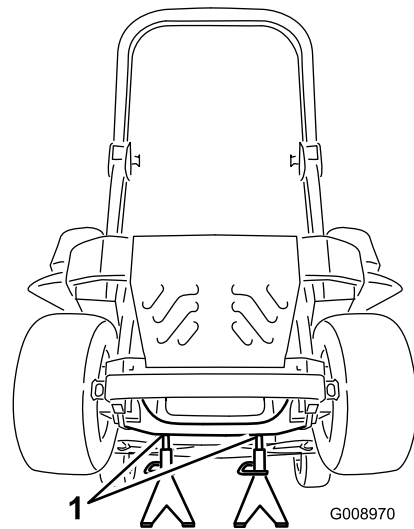

Figura 96
3. Levante la máquina y apóyela sobre gatos fijos (Figura 96).
9. Retire los gatos fijos y baje la máquina (Figura 96).